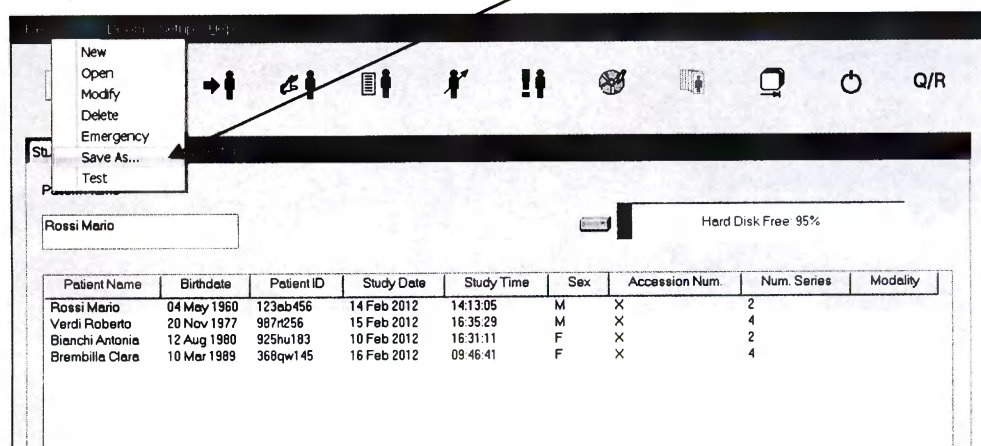

Рисунок 127
- открыть меню **Исследование** и выбрать **Save as...** (**Сохранить как...**) (см. рисунок 127);